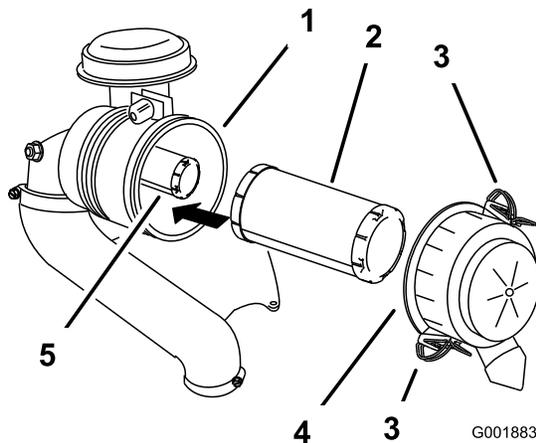

Figura 56
3. Abra los cierres del limpiador de aire y tire de la tapa de la entrada de aire para separarla del cuerpo del limpiador de aire (Figura 56).
5. Extraiga con cuidado el filtro primario de la carcasa del limpiador de aire (Figura 56).
2. Si va a cambiar el filtro interno, deslícelo cuidadosamente en el cuerpo del filtro (Figura 56).
3. Deslice cuidadosamente el filtro primario por encima del filtro de seguridad (Figura 56).
4. Instale la tapa del limpiador de aire y fije los cierres (Figura 56).